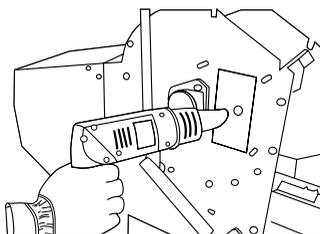

Figura 44
Nota: Los tornillos de cabeza cónica están fijados con un adhesivo para tornillos sumamente resistente, por lo que deben calentarse antes de poder aflojarlos, por ejemplo con una pistola de aire caliente (véase la Figura 44).
- Nota:** Los tornillos de cabeza cónica están fijados con un adhesivo para tornillos de resistencia media (Loctite 243) y, por tanto, resulta difícil aflojarlos (véase la Figura 44).